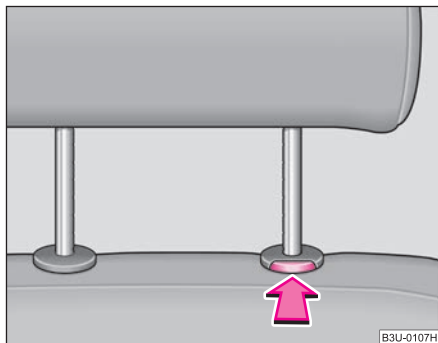

Abb. 48 Kopfstütze herausziehen
- Drücken Sie die Sicherungstaste in Pfeilrichtung ⇒ Abb. 48 und ziehen Sie die Kopfstütze heraus.
Beim Einschieben der neigbaren Kopfstützen* aus der oberen in die untere Stellung müssen Sie immer die Sicherung drücken ⇒ Seite 70, Abb. 48.